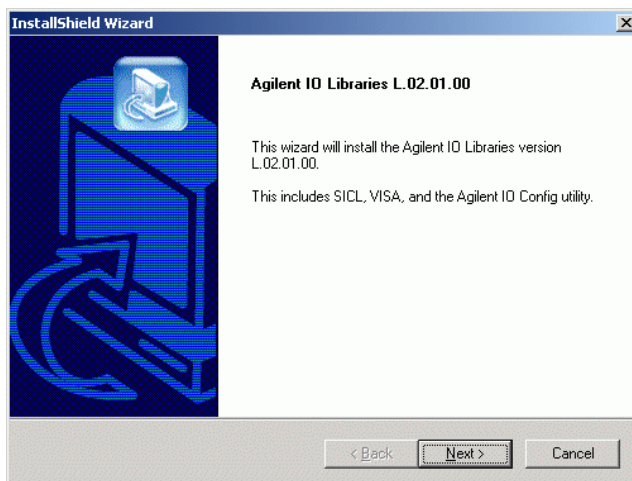

Figura 6 Installazione del driver GPIB
- 1 Da Windows Explorer localizzare ed avviare il file ‘Iolibs.exe’ nella directory \GPIB del CDROM della ChemStation. Seguire le istruzioni che compaiono nelle finestre di installazione guidata (vedere la Figura 6). Questa operazione installerà la biblioteca Standard Interface Control Library (SICL) sul computer, aggiornerà il registro e aggiungerà al sistema un nuovo gruppo di programmi chiamato “Agilent I/O Libraries”.